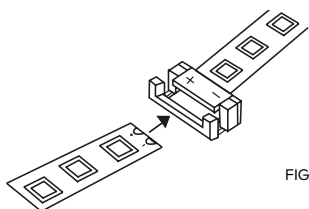

FIG 8.
8. Houd de connector zoals afgebeeld in fig 8. met de schuivende gedeeltes aan de onderzijde en schuif de ledstrips volledig in de connector. **Let op de polariteit.** de + en - moeten overeen komen op beide ledstrips.